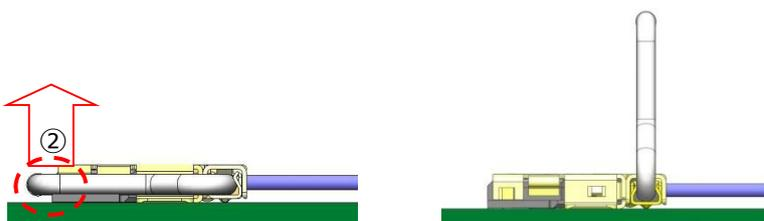

图 13
如图 13 所示，旋转拉环使其垂直，如图 14 所示，将③的垂直位置沿箭头方向与基板保持水平拔出。